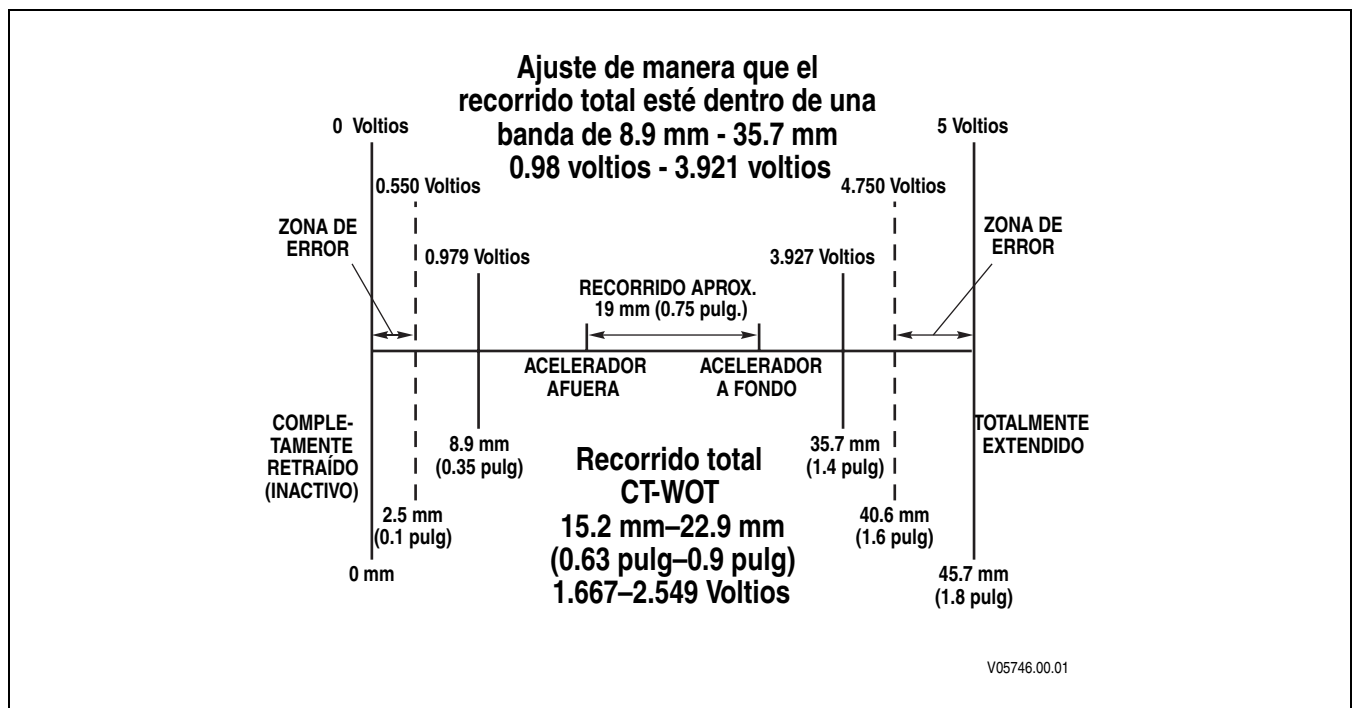

Figura F-2. Diagrama de la determinación de la posición del acelerador
2. Cada posición proporciona un voltaje diferente. Después, el TCM convierte este voltaje en porcentaje del acelerador. Cada milímetro del recorrido se convierte en aproximadamente 0.110 voltios. La Figura F-2 representa gráficamente la relación entre el voltaje y el movimiento del acelerador.
Cuando esté instalado correctamente por el fabricante del equipo (consulte la Figura F-3), el TPS no debería necesitar ajuste. Verifique que el sensor del acelerador está instalado según las especificaciones del fabricante antes de ajustarlo. La posición de ralentí debe ser de aproximadamente 8.9 mm o 0.98 voltios o mayor y la posición del acelerador abierto debe ser de aproximadamente 35.7 mm o 3.921 voltios o menor. El TPS se calibra automáticamente, lo que significa que no hay una posición cerrada ni posición abierta óptima del acelerador. Mientras que el recorrido se mantenga entre el rango de 8.5–35.7 mm, el TPS se establece correctamente. Se debe mantener un recorrido total de 15.2–22.9 mm. Observe el movimiento del sensor del acelerador mientras los controles lo mueven por su recorrido completo. Asegúrese de que las posiciones de máxima aceleración y ralentí no estén en las zonas de error (consulte la Figura F-2). Las zonas de error ocurren cuando la posición de ralentí es menor de 2.5 mm o cuando la posición del acelerador abierto es mayor de 40.6 mm. Cuando las posiciones de ralentí o acelerador abierto están en las zonas de error, el TCM registrará un código. Cuando se registra un código de TPS, el TCM asume un ajuste del acelerador predeterminado, el cual afectará de manera negativa la calidad de los cambios.